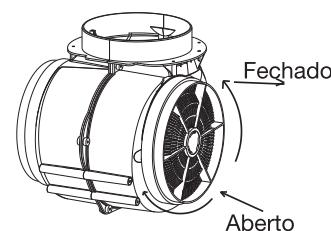

Imagen 12
- Os filtros de carvão vegetal (*Imagen 12*) estão nas extremidades do motor. Rode os filtros de carvão vegetal no sentido contrário ao dos ponteiros do relógio até ficarem soltos.